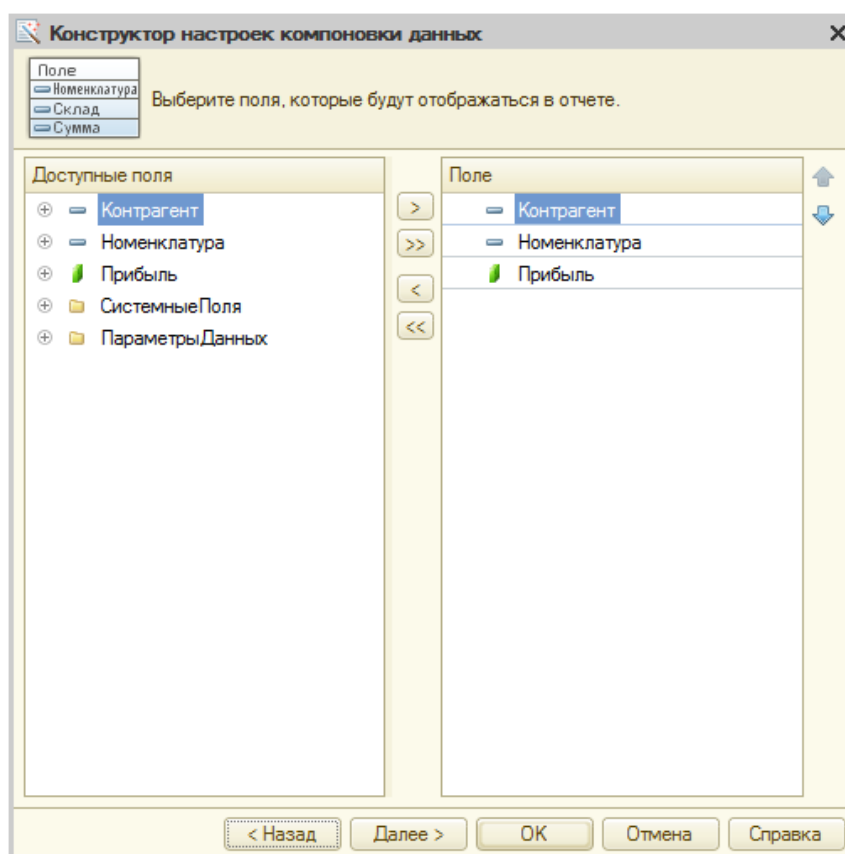

Рисунок 16.3- Выбор полей отчета при представлении отчета в виде списка
5. На вкладке **Настройки** мы включим отображение параметров **Начало** периода и **Конец** периода в пользовательском интерфейсе и, вызвав конструктор настроек компоновки данных, выберем тип отчета – **Список**, в качестве полей, которые будут отображаться в отчете, выберем **Контрагент**, **Номенклатура** и **Прибыль**, рисунок 16.3.